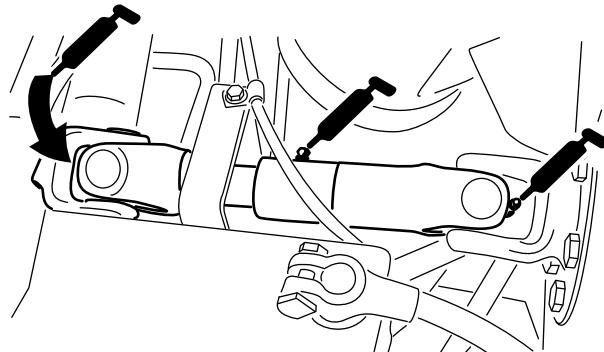

Figure 71
- Joint de cardan d'arbre d'entraînement de pompe (3) – Figure 71